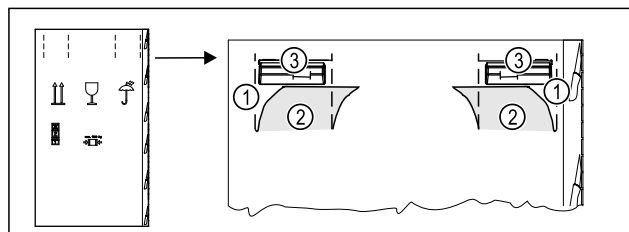

Fig. 3
- ▶ Verpackungskarton oben an der Perforierung Fig. 3 (1) eindrücken.
- ▶ Eingedrückte Laschen Fig. 3 (2) herausziehen.
- ▶ Tragegriff Fig. 3 (3) rechts und links ist sichtbar.
- ▶ Gerät an den Tragegriffen Fig. 3 (3) halten.